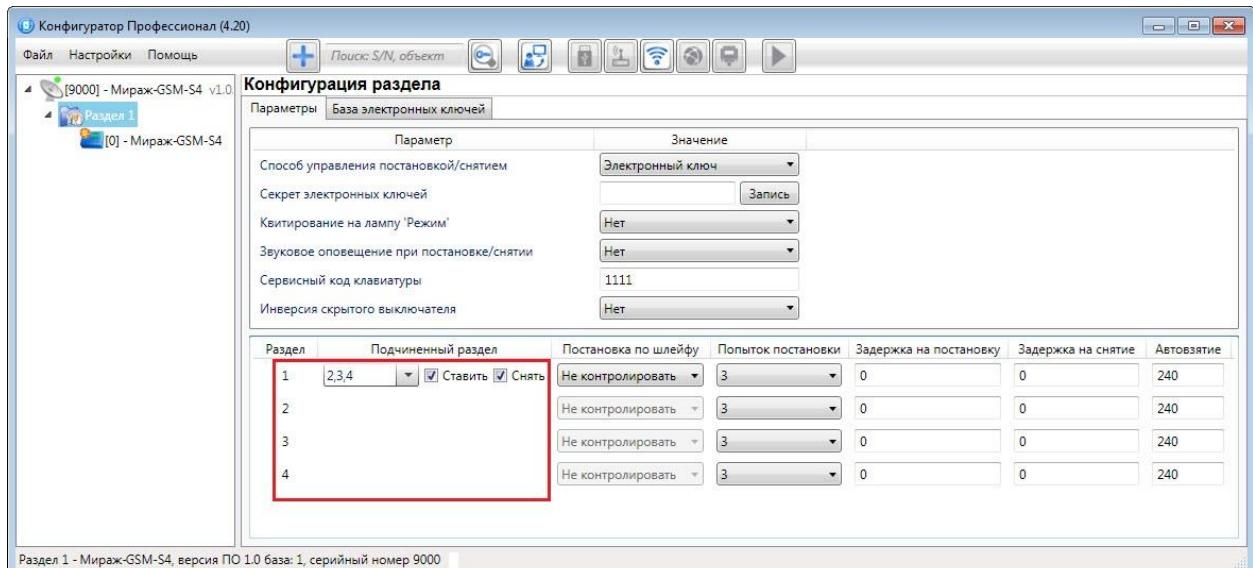

Рисунок 10.4 — Пример 2
**2** Первый раздел назначается главным, а все остальные — подчиненными ему на постановку. В таком случае при постановке на охрану главного раздела все подчиненные разделы будут автоматически синхронно ставиться на охрану. При снятии с охраны главного раздела все подчиненные разделы будет автоматически синхронно сниматься с охраны. Настройка, соответствующая этому примеру, показана на иллюстрации (см. рисунок 10.4).